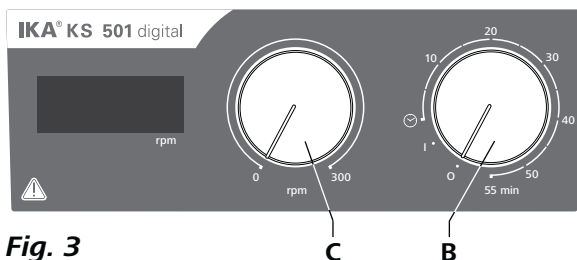

Fig. 3
- ⇒ Seadme käivitamiseks keerake pöördenuppu „**Sisse/Välja**” ja nupp „**Taimer**” (B, vt **Fig. 3**) päripäeva asendisse „1”.
- ⇒ Seadme väljalülitamiseks keerake pöördenuppu „**Sisse/Välja**” ja nupp „**Taimer**” (B) asendisse „0”.
- ⇒ Seadme käivitamiseks keerake pöördenuppu „**Sisse/Välja**” ja nupp „**Taimer**” (B) päripäeva üle asendi „0”.
- ⇒ Sisestage mootori pöörete arv reguleerimisnupuga „**Pöörete arv**” (C, vt **Fig. 3**). Pöörete arv on seadistatav vahemikus 0 kuni 300 rpm.